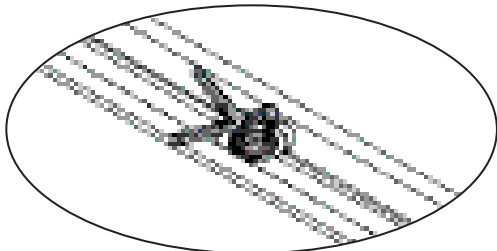

Figura 12
- 2** Usando las pinzas ajustables, encastre el soporte angular en la ranura de la conexión de desagüe. La superficie superior del soporte angular debe coincidir con la superficie superior de las pirámides de drenaje. (Figura 12)